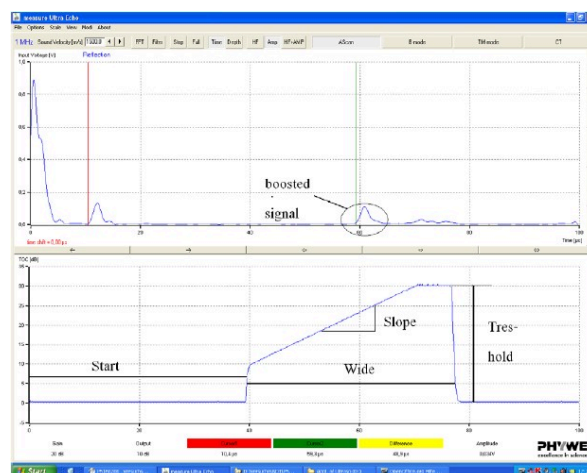

Рис. 2: Иллюстрация влияния настроек усилителя на диаграмме
- Измерьте дефекты, положите исследуемый блок на его длинную сторону и определите размер блока (BS), расстояния S1, S2 и S3 или S4 (рис. 2) для каждого отверстия.